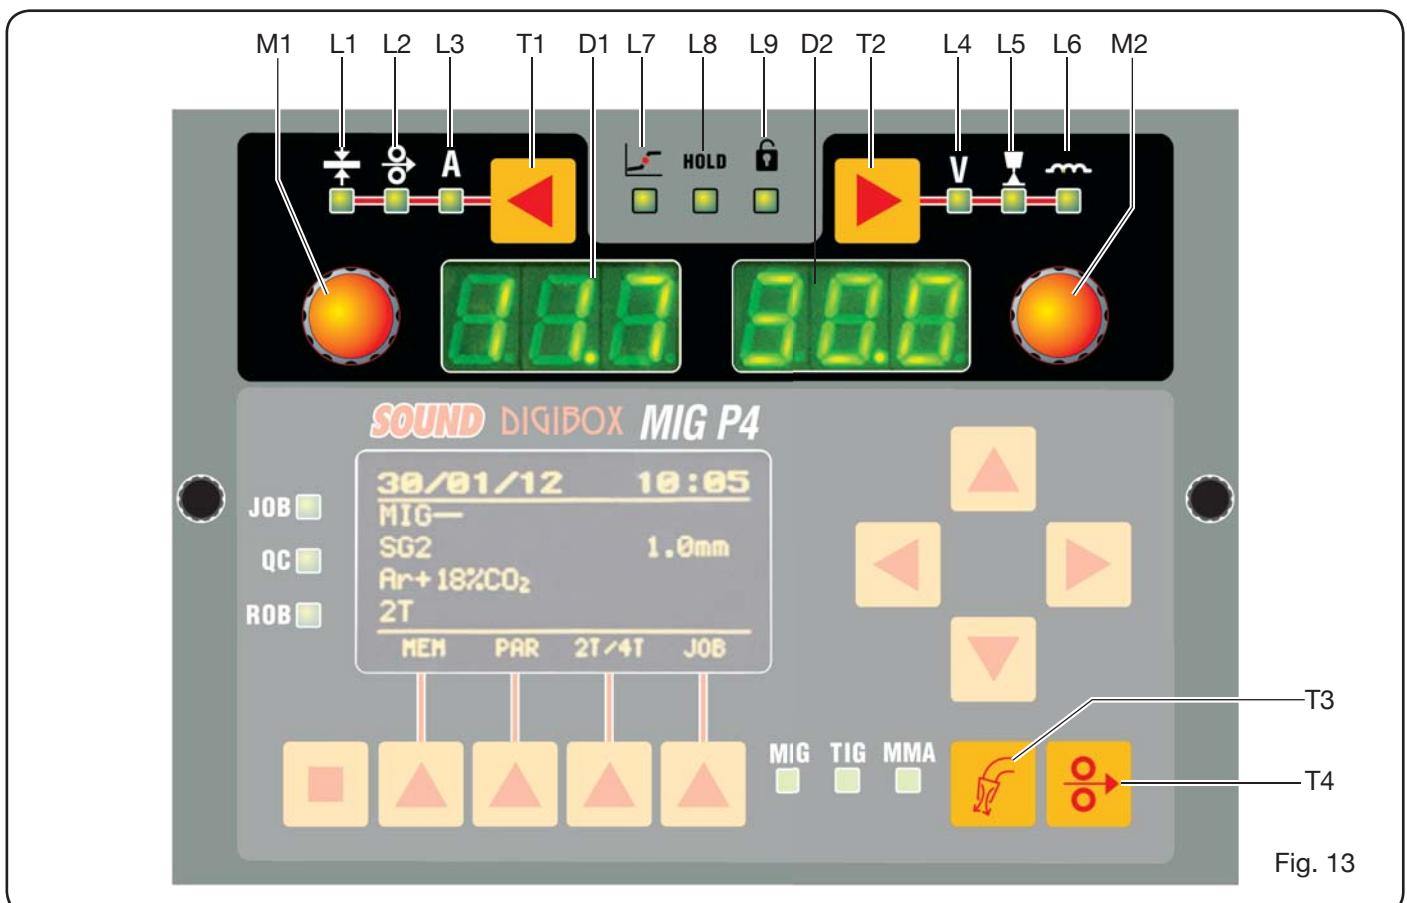
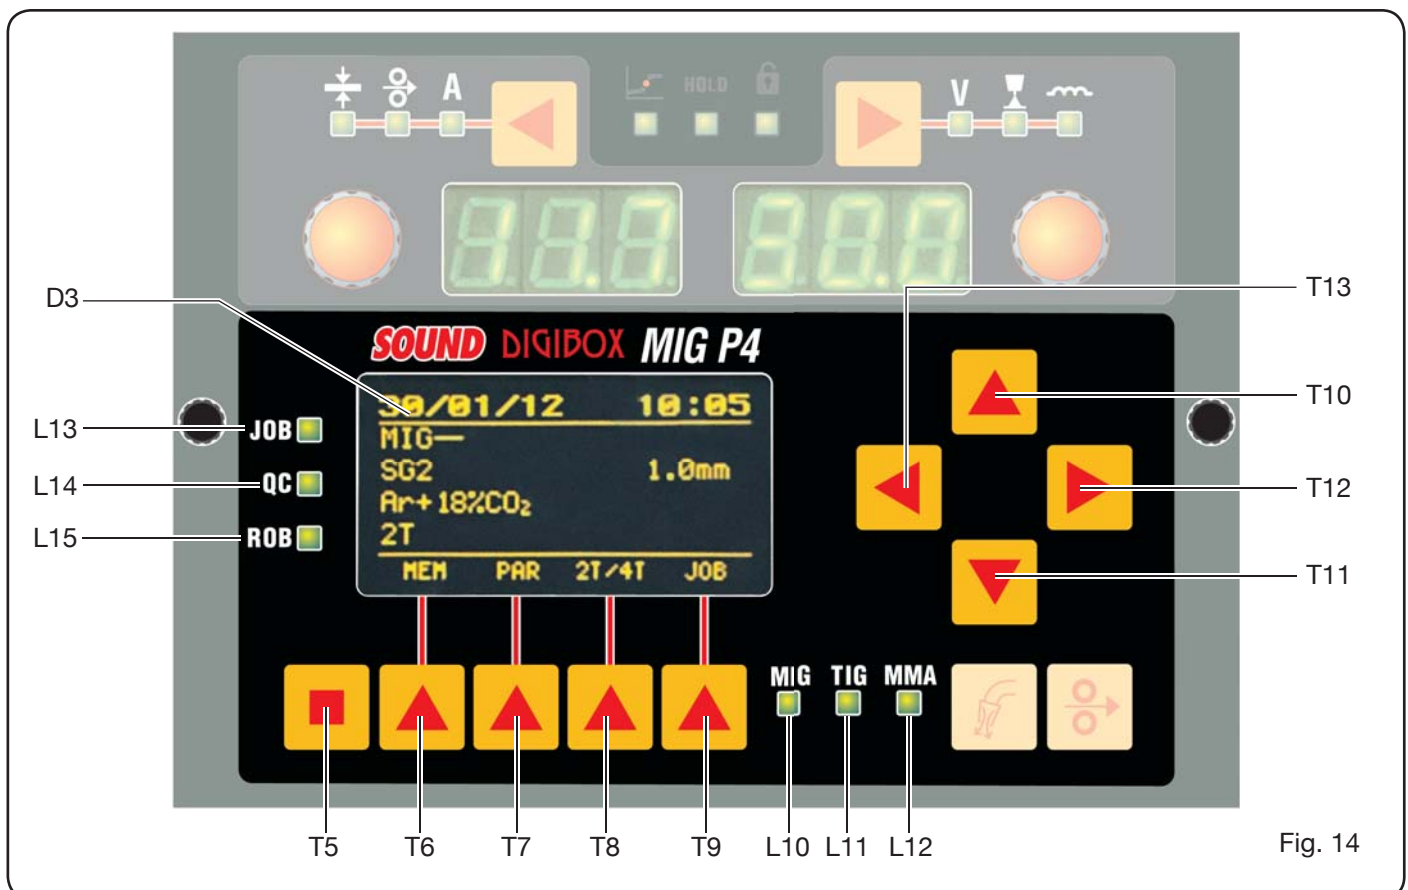

Fig. 13
Fig. 14
Die Steuertafel hat einen Bereich für die **Überwachung** (Abb. 13) und einen Bereich für die **Einstellungen** (Abb. 14).
6.1 ÜBERWACHUNGSBEREICH (ABB. 13).
6.2 EINSTELLBEREICH (ABB. 14).